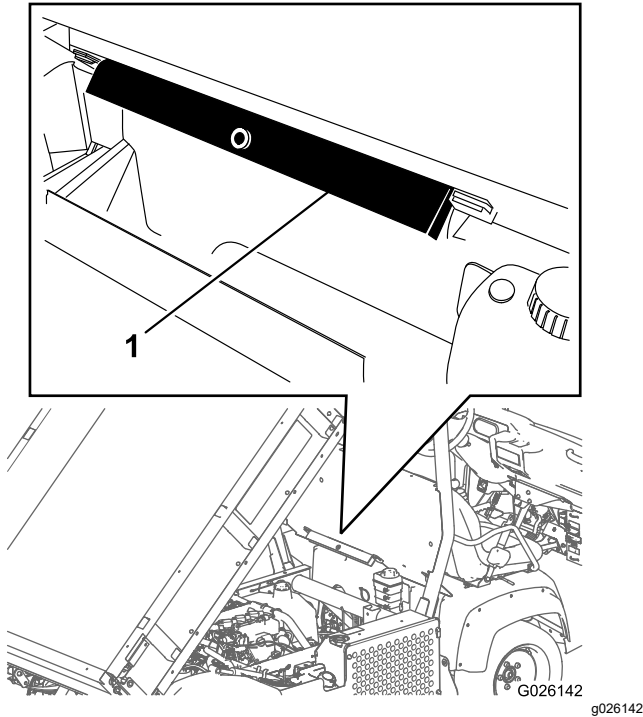

图 20
2. 从 ROPS 面板背面的存放架上取下货斗支架 图 20。